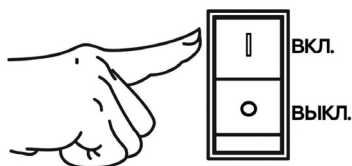

Рис. 12. Выключатель зажигания
5. Выключатель зажигания переведите в положение «ВКЛ.» (Включено) (Рис. 12).
При возникновении аварийной ситуации, для экстренной остановки двигателя генератора переведите выключатель зажигания в положение «ВЫКЛ.» (ВЫКЛЮЧЕНО) (Рис. 12).
3. Переверните выключатель зажигания в положение «ВЫКЛ.» (ВЫКЛЮЧЕНО) (Рис. 12).